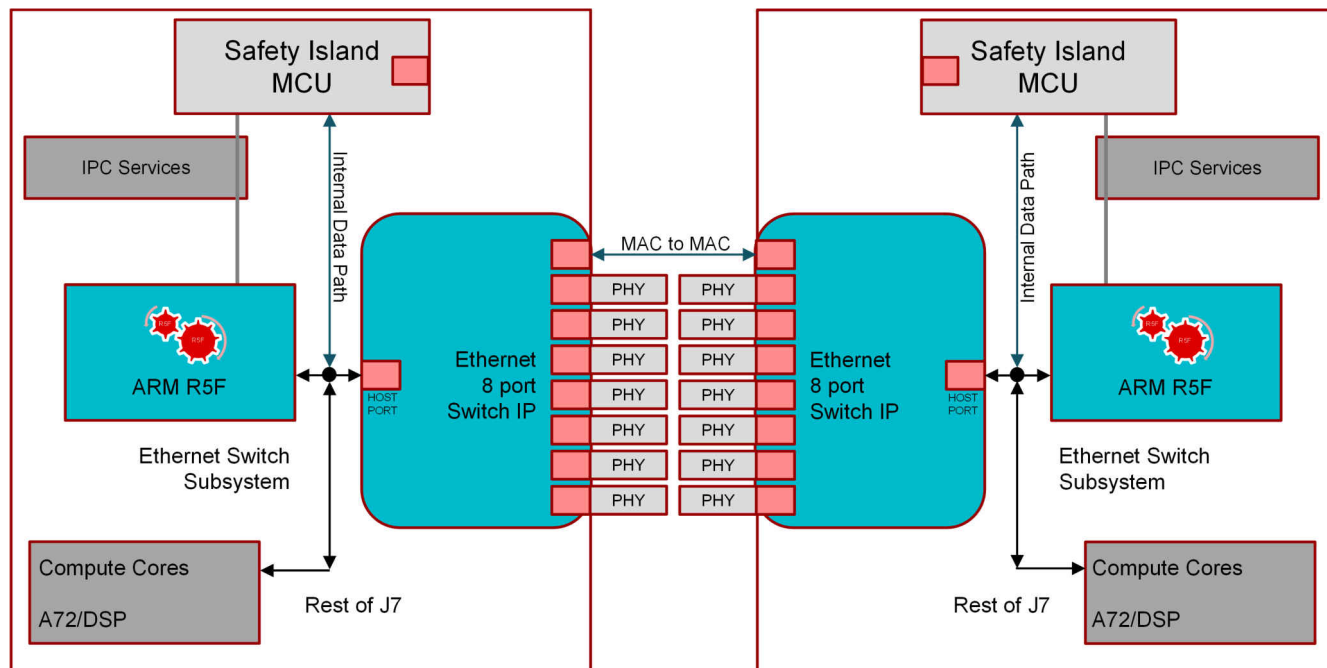

图 2-5. SOC 与 SOC 之间的 MAC2MAC
- 当单个 Jactinto7 处理器的性能不能满足系统要求时，将多个 Jactinto7 SOC 集成在一块电路板上也是非常方便的。在这种情况下，有助于通过 MAC2MAC 连接 CPSW 交换机。图 2-5 显示系统方框图。